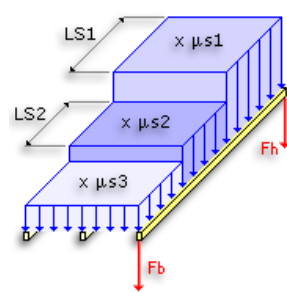

Figure 4
**Charges de neige :** Vous avez trois méthodes distinctes pour spécifier les charges de base, soit, via la carte réglementaire, vous sélectionnez la région et le canton de la construction, soit vous sélectionnez la zone réglementaire, soit vous saisissez directement les valeurs souhaitées. Pour compléter la définition de la charge de neige, vous précisez l'altitude de la construction puis, toujours grâce à des listes prédéfinies et univoques, précisez les différents paramètres entrant en ligne de compte comme la présence de dispositifs de retenue de neige, le coefficient d'exposition etc... De plus, pour permettre la prise en compte de schémas d'accumulation de neige, il vous est possible de distinguer jusqu'à trois zones distinctes de surcharge et d'attribuer à chacune d'elle un coefficient multiplicateur (Cf. figure 4).